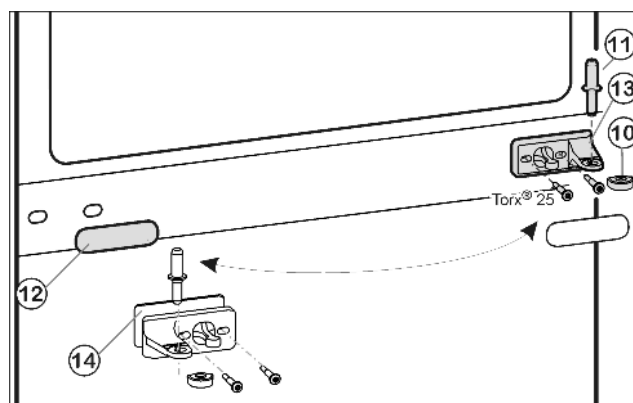
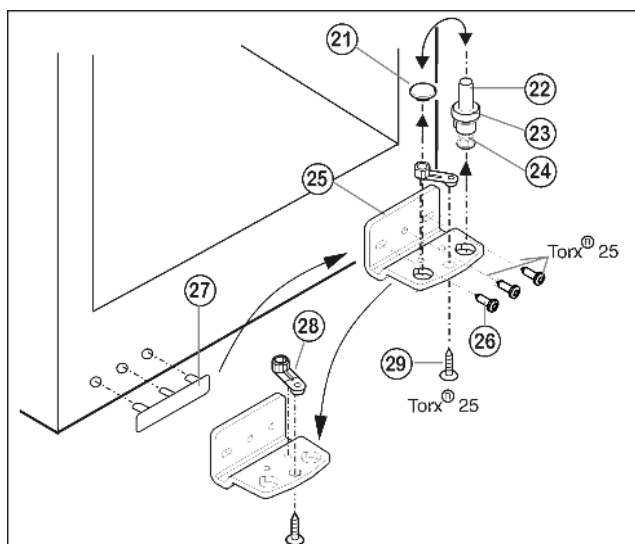

Fig. 9
Fig. 10
- ▶ Wyjąć środkowy sworzeń zawiasu Fig. 9 (11) z płytki zawiasu i dolnych drzwi.
- ▶ Wyjąć zaślepkę z tworzywa sztucznego Fig. 9 (10).
- ▶ Odkręcić środkową płytkę zawiasu Fig. 9 (13) (2 razy Torx® 25).
- ▶ Ostrożnie zdjąć osłonę Fig. 9 (12).
- ▶ Środkową płytkę zawiasu Fig. 9 (13) z podkładką Fig. 9 (14) obrócić o 180° przykręcić mocno na nowej stronie zawiasu (**z siłą 4 Nm**).
- ▶ Założyć zaślepkę Fig. 9 (12) obróconą o 180° po nowej stronie uchwytu.
- ▶ Trzpień zawiasu Fig. 10 (22) kompletny, z podkładką Fig. 10 (23) i nóżką Fig. 10 (24), wyciągnąć do góry.
- ▶ Unieść zatyczki Fig. 10 (21).
- ▶ Odkręcić Fig. 10 (25) płytkę zawiasu Fig. 10 (26).
- ▶ Odkręcić element zawiasu Fig. 10 (28) Fig. 10 (29), przełożyć do przeciwległego otworu zawiasu i tam dokręcić.
- ▶ Zdjąć i przełożyć osłonkę po stronie uchwytu Fig. 10 (27) na przeciwległą stronę.
- ▶ Przykręcić mocnopłytkę zawiasu Fig. 10 (25) na nowej stronie (z siłą 4 Nm), w razie potrzeby za pomocą wkrętarki akumulatorowej.
- ▶ Zatyczki Fig. 10 (21) ponownie włożyć do innego otworu.
- ▶ Trzpień zawiasu Fig. 10 (22) kompletny, z podkładką i nóżką włożyć ponownie. Przy tym zwrócić uwagę, by krzywka zatrzaskowa wskazywała do tyłu.
- ▶ Założyć dolne drzwi od góry na dolny sworzeń zawiasu Fig. 10 (22).
- ▶ Ponownie założyć zaślepkę z tworzywa sztucznego Fig. 9 (10) na środkową płytkę zawiasu Fig. 9 (13).
- ▶ Po nowej stronie zawiasu przełożyć środkowy sworzeń zawiasu Fig. 9 (11) przez środkową płytkę zawiasu Fig. 9 (13), wkładając go w dolne drzwi.
- ▶ Założyć górne drzwi na środkowy sworzeń zawiasu Fig. 9 (11).
- ▶ Korzystając ew. z obu podłużnych otworów w dolnej płytce zawiasu Fig. 10 (25) i środkowej płytce zawiasu Fig. 9 (13) ustawić drzwi w jednej linii z obudową urządzenia. W tym celu wykręcić środkową śrubę z płytki zawiasu u dołu Fig. 10 (25).